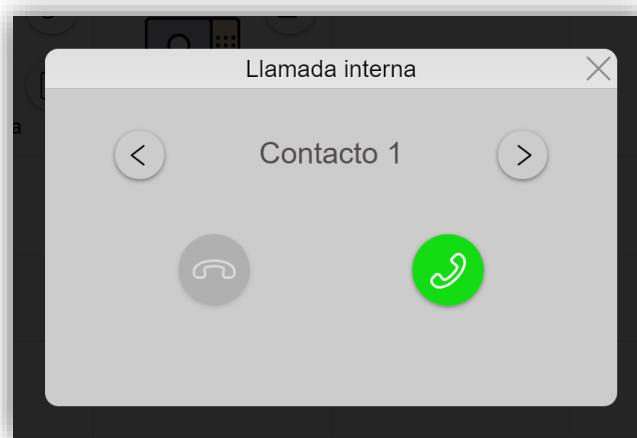

Figura 105. Agenda de contactos.
**Nota:** la interfaz de la Figura 105 también se mostrará en caso de que la opción **importar contactos “desde la web”** (ver sección 2.1.13.2) no sea habilitada y la lista de contactos sea configurada en ETS.